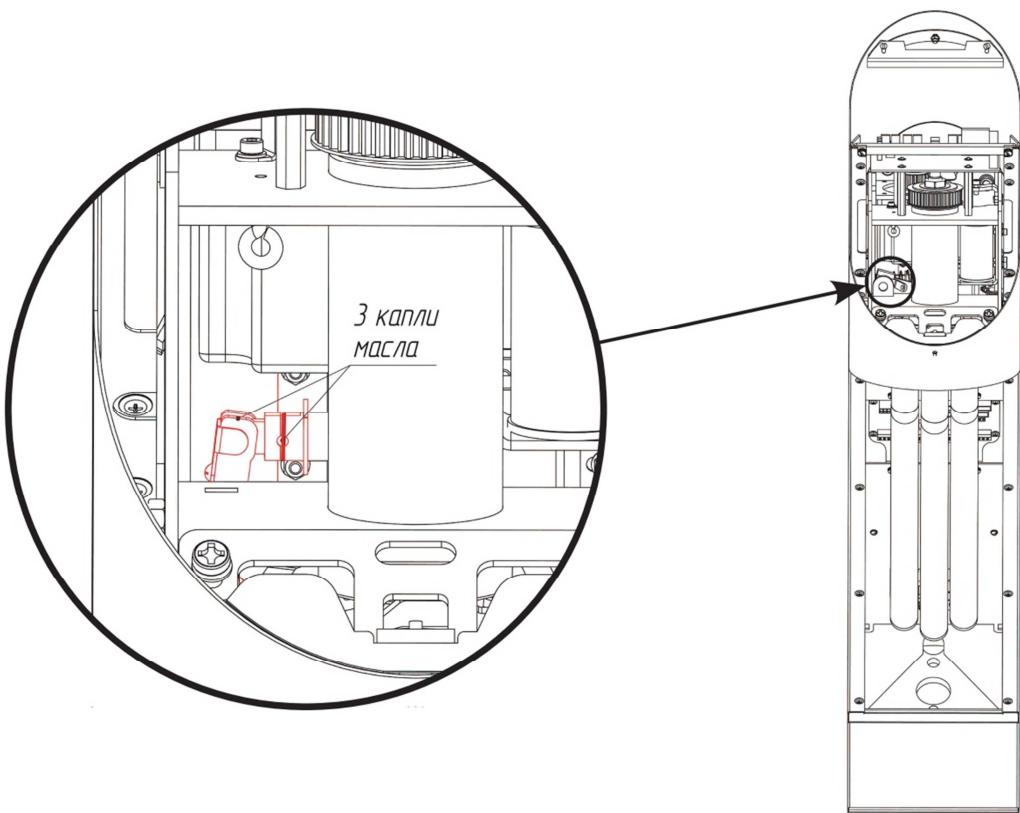

Рис. 13. (изображена центральная стойка турникета)
5.3. Серьга между блоком стопора и соленоидом (рис. 13).
Элементы узла расположены за рычагом ролика, изображенном на рис. 13